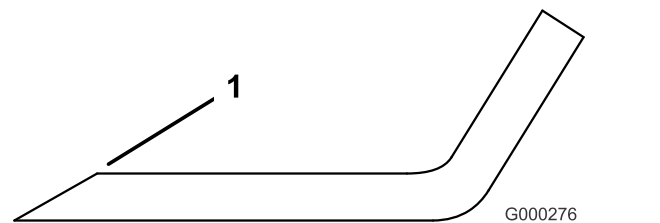

Figure 100
3. Examinez les tranchants de toutes les lames et aiguisiez-les s'ils sont émoussés ou ébréchés (Figure 100).
Remarque: N'aiguissez que le haut du tranchant et conservez l'angle de coupe d'origine pour obtenir une coupe nette (Figure 100). Limez la même quantité de métal sur les deux tranchants pour ne pas déséquilibrer la lame.